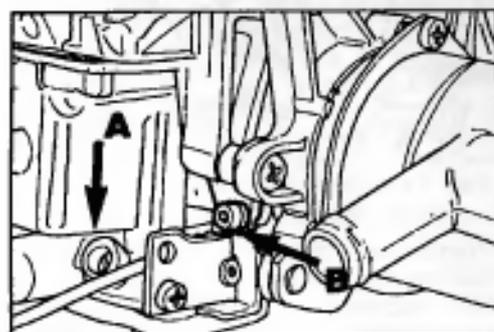

Рис. 3 Винт качества смеси (А)
д) Если концентрация СО выходит за допустимые пределы, удалите защитную пломбу и произведите регулировку винтом качества смеси (А, Рис. 3).
* Производите регулировку зазора воздушной заслонки винтом (В, Рис. 3) только в случае нарушения контрящего лакокрасочного покрытия.